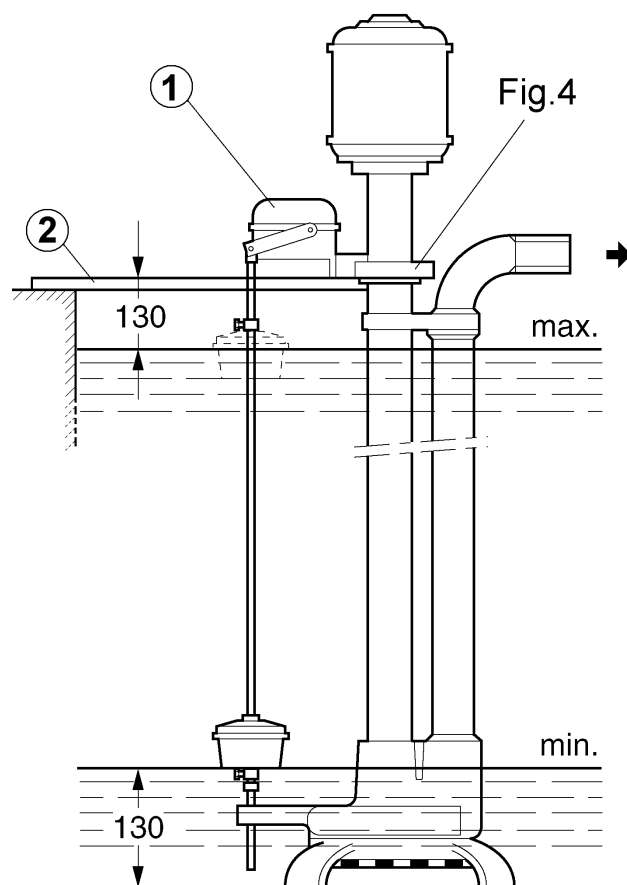
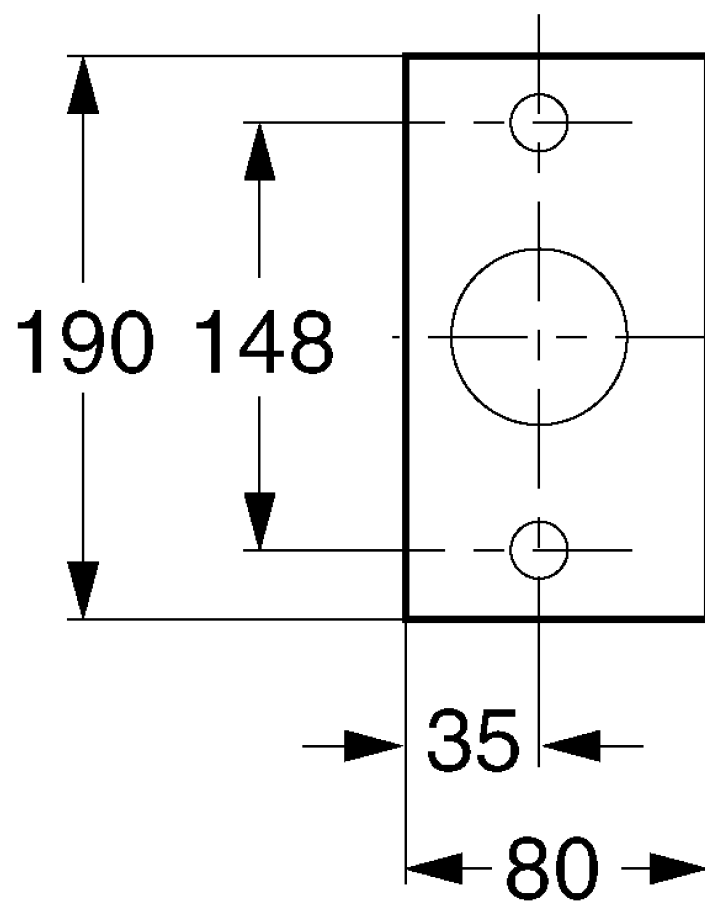

Fig. 2
Fig. 4
VC 40 : Coffret monté séparément (fig. 2, pos. 1)
- La pompe VC 40 peut être suspendue et fixée à 2 dispositifs de fermeture parfaitement horizontaux (fig. 2, pos. 2) au moyen d'une bride de fixation (fig. 4).